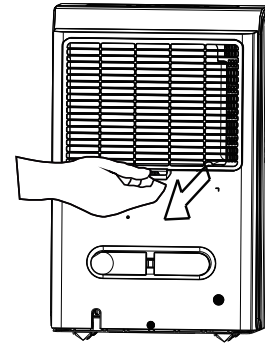

Abb. 14
- Um den Filter zu entfernen, ziehen Sie den Filter nach außen (siehe Abb. 14).